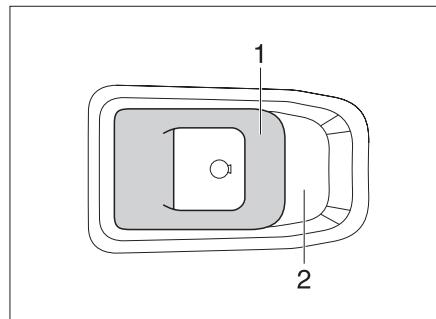

Fig. 50 Serratura della porta di ingresso,
*Apertura:* ■ Tirare la maniglia (Fig. 50,1).
*Bloccaggio:* ■ Spingere la maniglia (Fig. 50,1) nell'impugnatura (Fig. 50,2).